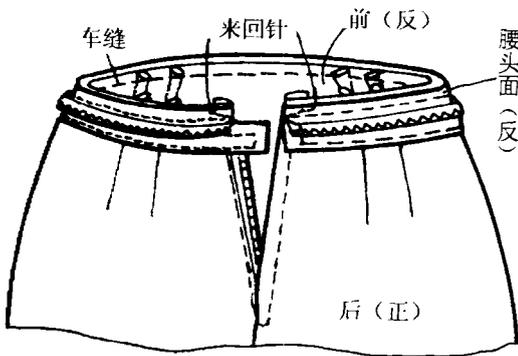

图2-15
15. 缙腰头。在腰口处,将腰头面与裙片正面对,顺腰头面净印车缝一周。见图 2-15。